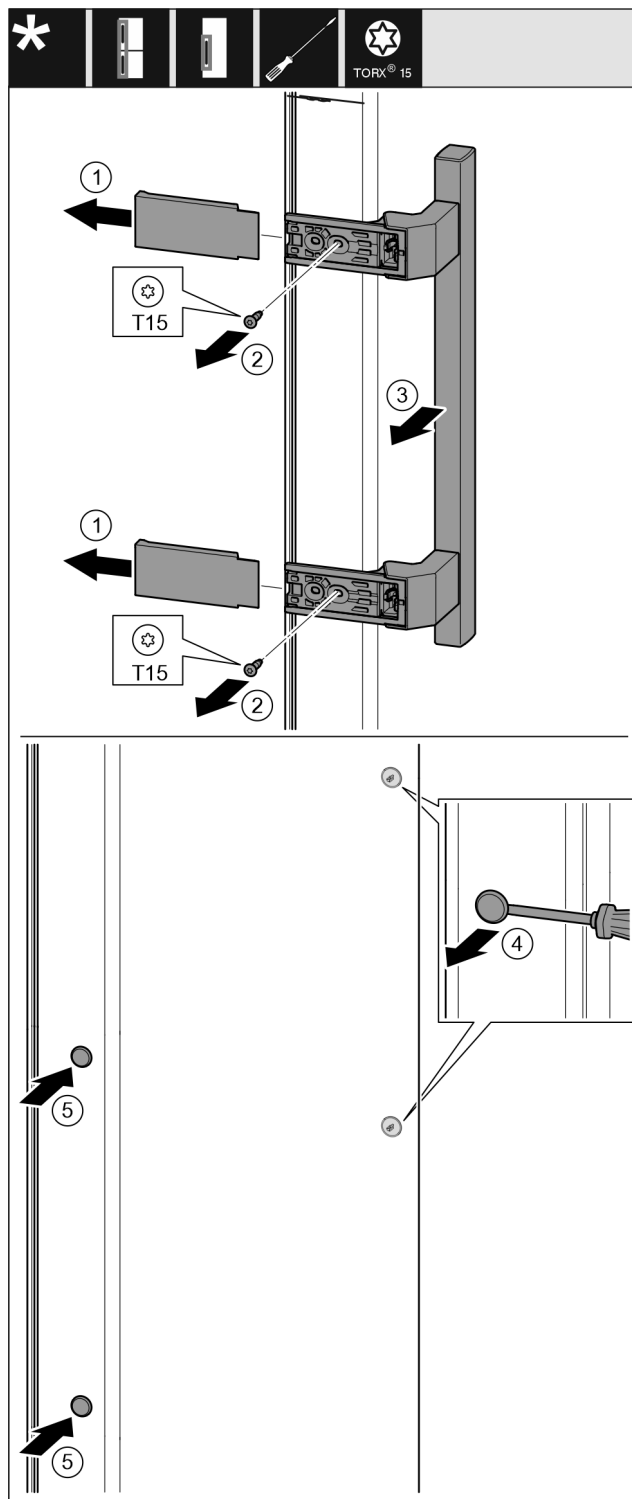

Fig. 19
- ▶ Desprindeți capacul. Fig. 19 (1)
- ▶ Defaceți și demontați șuruburile cu șurubelniță Torx 15. Fig. 19 (2)
- ▶ Detașați mânerul. Fig. 19 (3)
- ▶ Ridicați și scoateți dopul lateral cu precauție cu o șurubelniță plată. Fig. 19 (4)
- ▶ Montați din nou dopul pe cealaltă parte. Fig. 19 (5)